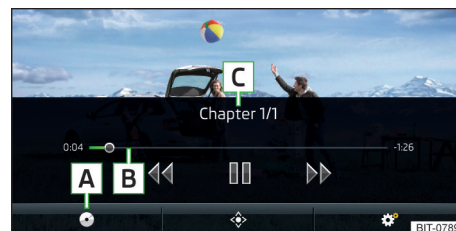

Fig. 188
Menú princ. » fig. 188
Avance/retroceso del vídeo al momento deseado	Pulsar el eje del tiempo de reproducción B » fig. 188 de la pág. 163
► Para **visualizar** el menú del DVD en el menú principal Video-DVD, pulsar la superficie funcional ◀◀ » fig. 188 de la pág. 163.